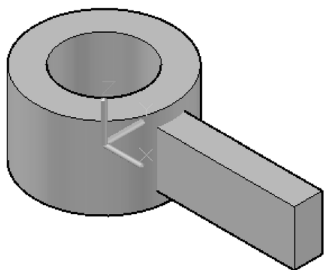

图 10-42 文件中的原始实体对象
1) 打开本书配套光盘中的“三维环形阵列.dwg”文件，文件中存在着图 10-42 所示的实体模型。